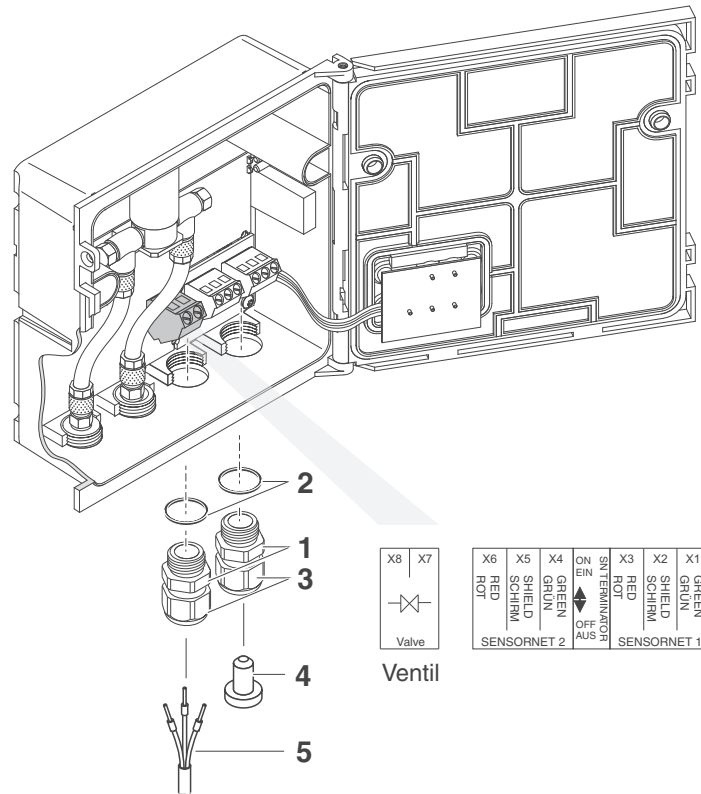

Bild 3-1 Klemmanschluss für Ventil-Steuerleitung
- 2 Die Kabelverschraubung (Pos. 1 in Bild 3-1) mit dem Dichtring (Pos. 2) in die linke Anschlussöffnung einschrauben.
- 3 Die Überwurfmutter (Pos. 3 in Bild 3-1) lockern.
- 5 Adern der Ventilsteuerleitung (Pos. 5 in Bild 3-1) an den Klemmanschluss für die Ventilsteuerleitung anschließen. Dabei auf die Angaben auf dem Klebeschild unter der Klemmleiste achten.
- 6 Die Überwurfmutter (Pos. 3 in Bild 3-1) festziehen.
In die freie Öffnung eine Kabelverschraubung mit Dichtring einschrauben und mit den beiliegenden Blindstopfen (Pos. 4 in Bild 3-1) verschließen.
- 9 Die Überwurfmutter (Pos. 3 in Bild 3-1) festziehen.